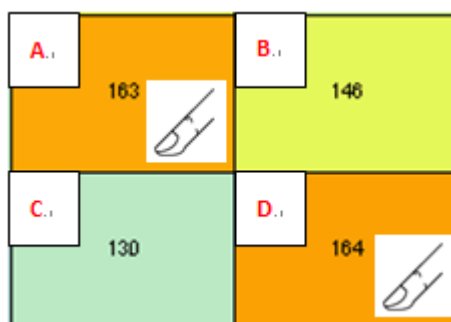

Figure 5-9: 最小單位兩根手指按壓情況電容值示意圖
- ◆ 以最小單位兩根手指按壓情況示意。如下圖 Figure 5-9。